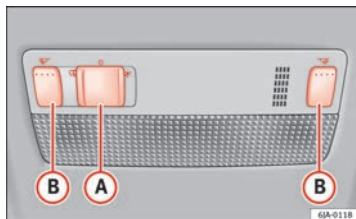

Abb. 59 Innenbeleuchtung – Ausführung 1
- Drücken Sie den Schalter **A** ⇒ Abb. 59 in Richtung Lampenseite; das Symbol ☞ erscheint.
- Drücken Sie den Schalter **A** ⇒ Abb. 59 in die mittlere Position **O**.
- Bewegen Sie den Schalter **A** ⇒ Abb. 59 in Richtung Lampenmitte; das Symbol ☞ erscheint.
- Die Leseleuchten werden mit der Taste **B** ⇒ Abb. 59 ein- und ausgeschaltet.
Ist die Bedienung der Beleuchtung mit dem Türkontaktschalter eingeschaltet (Schalter **A** ⇒ Abb. 59 in Position ☞), leuchtet die Beleuchtung auf, wenn: